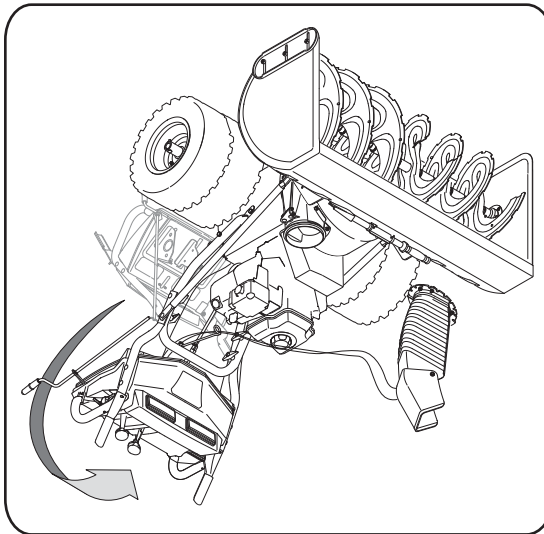

Figure 3-1
- Relevez le guidon supérieur jusqu'à ce qu'il s'emboîte sur le guidon inférieur. See Figure 3-1.